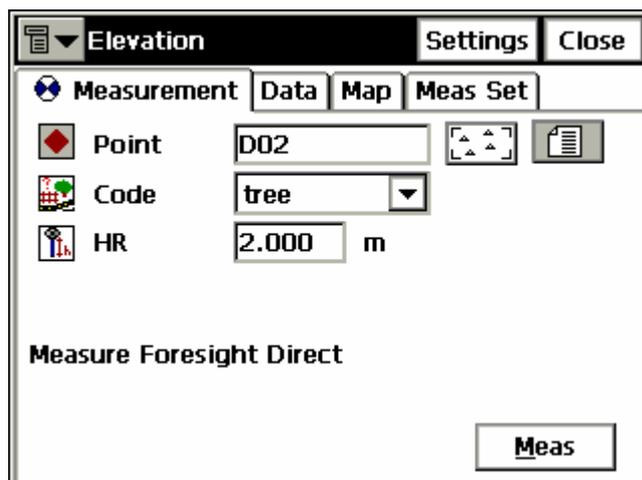

Рисунок 6-27. Превышение
3. В окне **Elevation (Превышение)** выберите точки с известными координатами (на карте или из списка) (рис. 6-27).